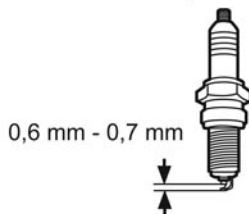

Fig. 38
- > Verifique a folga da vela. Tem de ser de 0,6 mm - 0,7 mm (fig. 38).